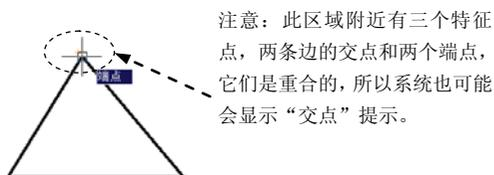

图 3.5.2 自动捕捉三角形的顶点
Step4. 在命令行命令: `_line 指定第一点:` 的提示下，将鼠标光标移至三角形的顶点附近，当鼠标光标附近出现“端点”提示时单击，如图 3.5.2 所示。